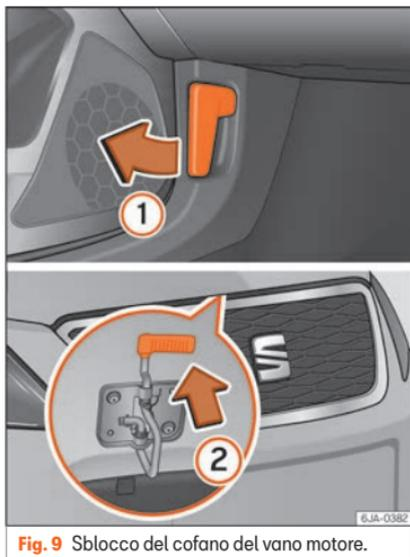
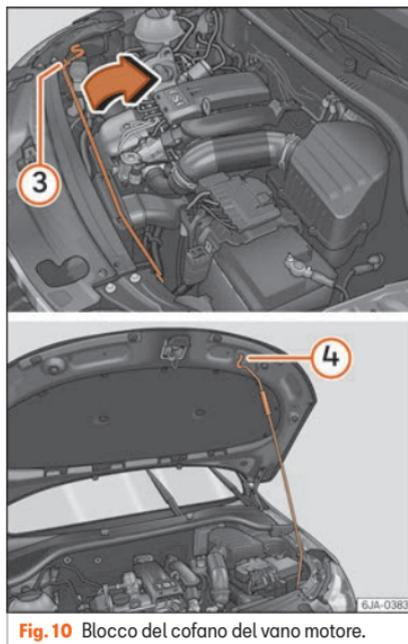

Fig. 9 Sblocco del cofano del vano motore.
Fig. 10 Blocco del cofano del vano motore.
- Aprire la porta e tirare la leva posta al di sotto della plancia » » fig. 9 ①.
- Per sollevare il cofano del vano motore, tirare verso l'alto la levetta sporgente da sotto il cofano stesso ②. Il cofano viene disimpegnato dal gancio che lo trattiene.
- Si può aprire il cofano. Estrarre l'asta di sostegno nella direzione della freccia » » fig. 10 ③ e inserirla nell'apposito alloggiamento del cofano ④.